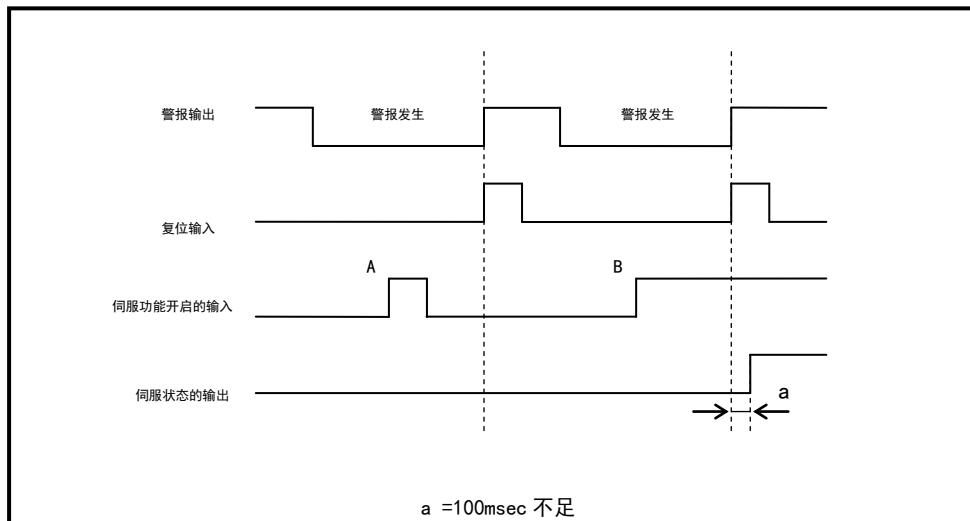
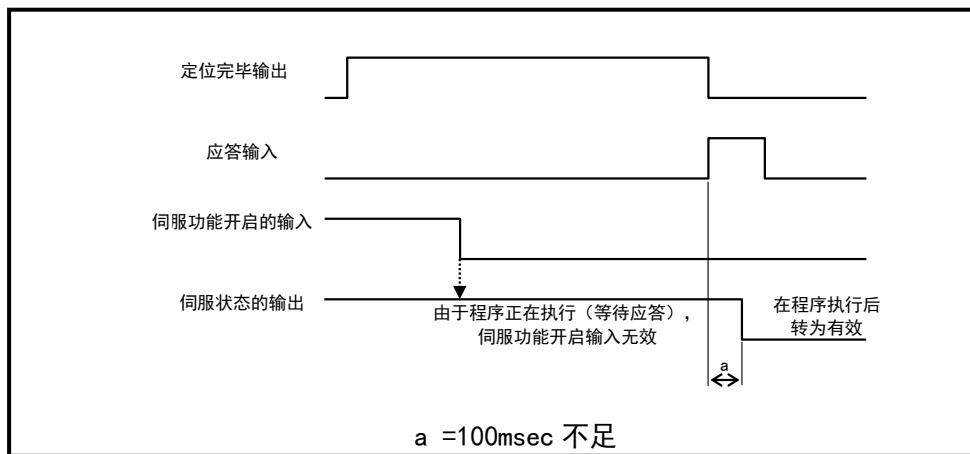

图 5.12 警报器动作时的伺服功能开启输入
图 5.13 程序正在执行时的伺服功能开启输入
- 在程序正在执行的情况下（正在转动、正在等待定位完毕的应答等），将本信号取为 OFF（伺服功能关闭）时，动作结束后伺服功能关闭。（图 5.13）
- (A) 警报器动作时，以及处于紧急停机输入中时，伺服功能开启输入无效。
(B) 警报器动作时，以及处于紧急停机输入中时，在伺服功能开启输入开启的情况下，警报复位（或者解除紧急停机状态）后、伺服功能处于开启状态。（参见图 5.12）